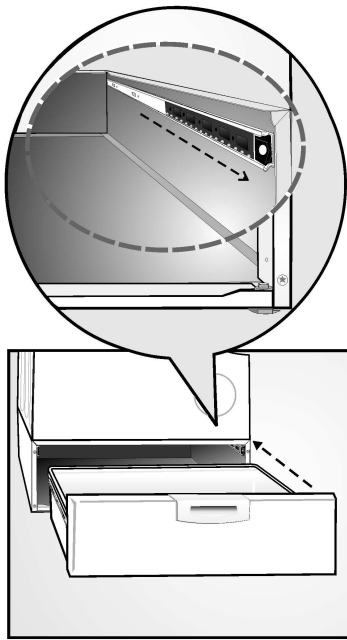

Figure 18
5. Faites glisser les glissières à roulements à billes vers l'avant, côté socle (voir la **Figure 18**).